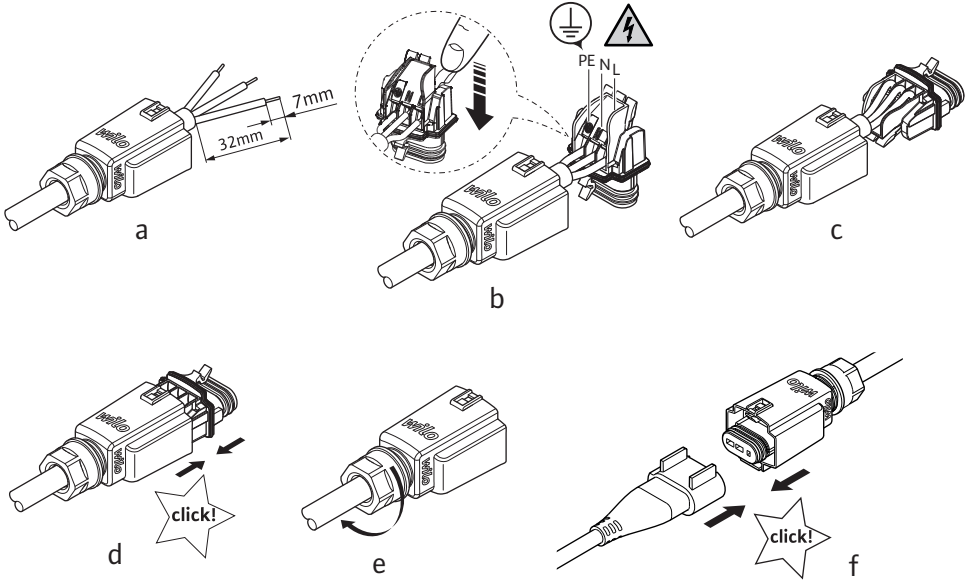

Fig. 1: Wilo-Connector bağlantısı
- Yatay duran ıslak rotorlu pompa motoru (Fig. 1, poz. 2) ile mekanik gerilimsiz montaj yapılmalıdır.
- Tüm kondens suyu çıkış deliklerini (Fig. 1, poz. 3) açık bırakın.
Wilo-Connectivity Interface arayüzünün (Fig. 1, poz. 12), üretim ve servis amaçlı olarak yalnızca Wilo tarafından kullanılması öngörülmüştür.
- Etkin karakteristik eğrinin 7 segmentli LED ile gösterimi (Fig. 1, poz. 10):
- Seçilen kontrol modunun LED'i (Fig. 1, poz. 9) her 1 saniyede bir sürekli olarak yanıp söner.